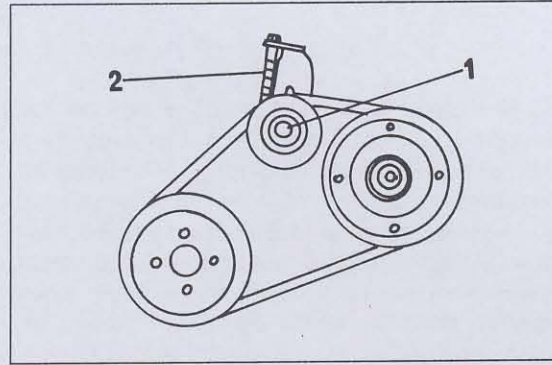

Bild 162
Bei den Benzinmotoren sieht die Spannvorrichtung wie in Bild 162 gezeigt aus. Beim Dieselmotor ist das Prinzip der Einstellung gleich, mit dem Unterschied, dass die Spannrolle an ihrem eigenen Halter montiert ist und sich ca. in der Mitte der beiden Riemenscheiben befindet. Bei der Einstellung der Spannung folgendermassen vorgehen (die obigen Riemenausschläge dabei beachten):
- Die Schraube (A) der Spannriemenscheibe lockern (Bild 162) und die Riemen Spannung an der Stellschraube (B) einstellen.
- Feststellschraube (A) wieder festziehen, nachdem die Riemen Spannung stimmt.